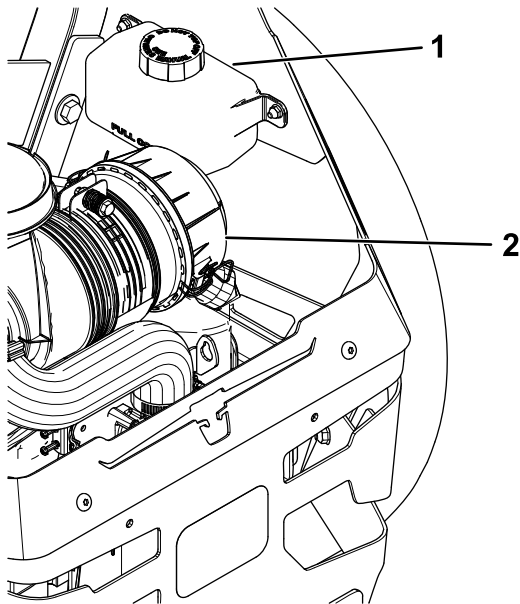

Bild 70
2. Prüfen Sie das Ausdehnungsgefäß und füllen Sie ggf. Hydrauliköl der Sorte Toro® HYPR-OIL™ 500 bis zur Markierung FULL COLD auf (Bild 70).